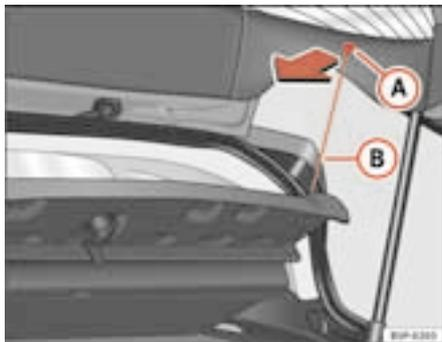

Fig. 119 Chapeleira
- Desengate os tirantes ⇒ fig. 119 (B) dos alojamentos (A).